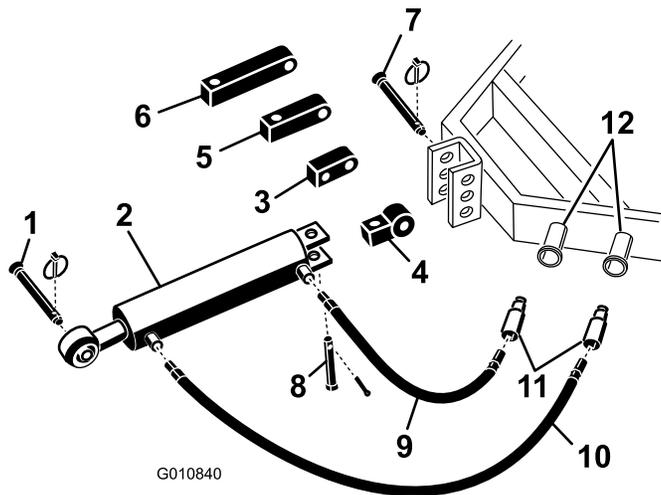

Figura 5
1. Sujete el extremo del brazo hidráulico superior que lleva el soporte de conexión al tractor con los pernos suministrados con el tractor (Figura 5). Coloque el brazo superior hidráulico con el extremo de la varilla hacia el aireador. Los orificios del cilindro deben estar orientados hacia el sistema hidráulico auxiliar del tractor.
Nota: Si es necesario colocar el cilindro hidráulico con los orificios hacia arriba, utilice la barra de giro en lugar de la barra de montaje de serie para posicionar correctamente el cilindro (Figura 5). Puede utilizarse un acoplamiento hidráulico de 90 grados en lugar de la barra de giro (los acoplamientos no están incluidos).
- A. Retire el pasador y la chaveta que sujetan el acoplamiento de serie al cilindro (Figura 5). Retire el acoplamiento del cilindro.
- B. Instale la barra de giro en el cilindro con los pasadores que retiró anteriormente (Figura 5).
2. Conecte la manguera hidráulica de 107 cm de largo al conector hidráulico del brazo superior que está más próximo al aireador (Figura 5). Aplique cinta sellante en las roscas de la tubería o compuesto en las roscas de la manguera para evitar fugas.
3. Conecte la manguera hidráulica de 76 cm de largo al conector hidráulico del brazo superior que está más próximo al tractor (Figura 5). Aplique cinta sellante en las roscas de la tubería o compuesto en las roscas de la manguera para evitar fugas.
Si el cilindro hidráulico no llega al soporte de montaje del aireador, utilice una barra de extensión en lugar del bloque de montaje estándar para conectar el cilindro al tractor (Figura 5).
- Retire el pasador y la chaveta que sujetan el acoplamiento de serie al cilindro (Figura 5). Retire el acoplamiento del cilindro.
- Instale la barra de extensión de la longitud necesaria en el cilindro con los pasadores que retiró anteriormente (Figura 5).